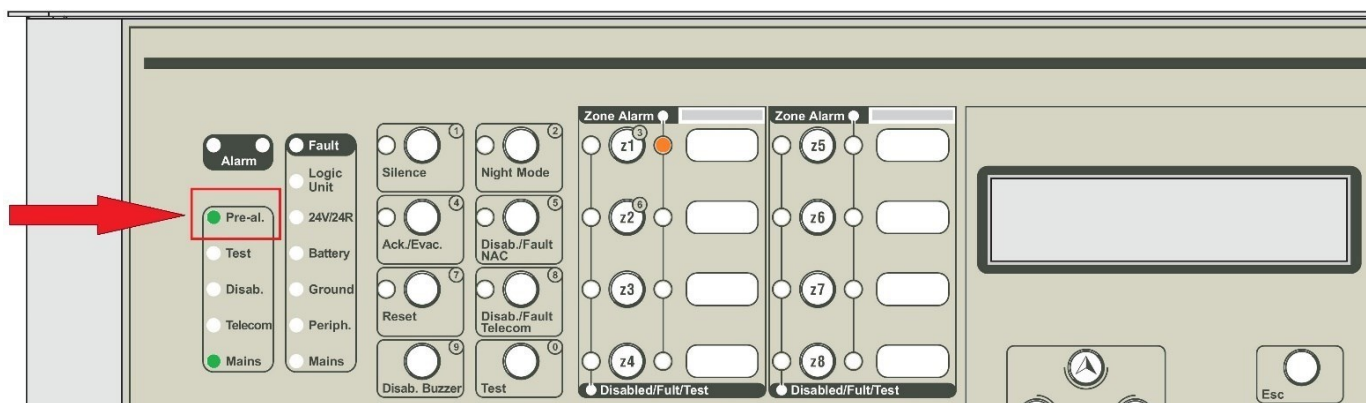

Fig. 3 - Prealarma
- PREALARMA** – Dacă un senzor de Fum / Temperatură intră în starea de alertă, va porni automat avertizarea acustică și optică (sirenele), fără declanșarea procedurii de stingere. Pe panoul centralei se va aprinde led-ul verde din dreptul *Pre-al* și portocaliu, cel aferent zonei specifice, *Z1, Z2 ...* (vezi fig. 3). Dacă este o situație de incendiu, asigurați-vă ca ușa incintei protejate este închisă.
- ALARMA** – Dacă doi sau mai mulți senzori de Fum / Temperatură intră în starea de alertă, va porni automat avertizarea acustică și optică (sirenele), cu declanșarea procedurii de stingere temporizată la 30 secunde din momentul intrării în alarmă. Pe panoul centralei se va aprinde, led-ul roșu în dreptul *Alarm* și portocaliu cel aferent zonelor *Z1, Z2 ...* (fig. 3). În cazul în care se dorește oprirea deversării (doar din motive justificate) se apăsă butonul albastru, de *anulare a stingerii* (fig. 9). Dacă este o situație de incendiu asigurați-vă că ușa incintei protejate este închisă.